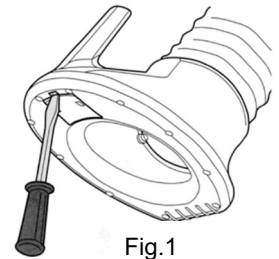

Fig.1
1. マイナスドライバーを使用して、フード吸引側のカバーを取外してください。(Fig.1)